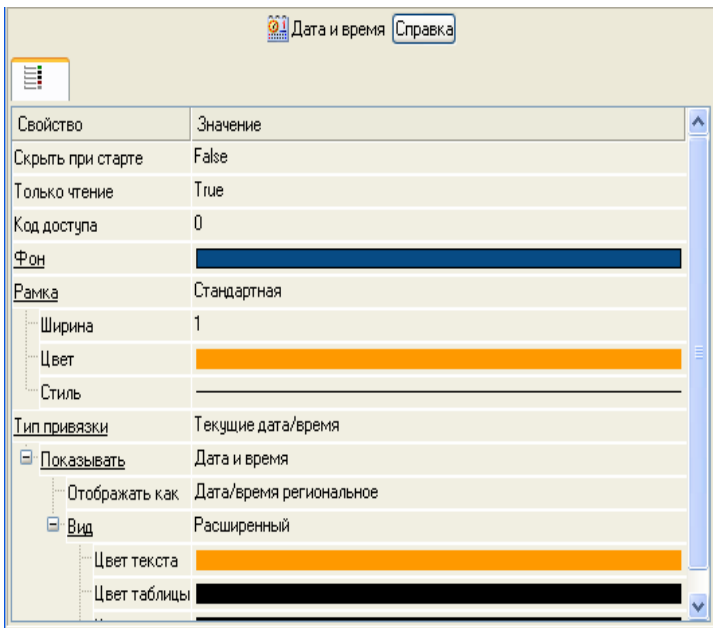

Рисунок 1.6 – Завдання дати і часу
4. Створити ГЕ Дата і час. Розмістити по центру екрану нижче ГЕ Текст. Для цього на панелі інструментів графічного редактора ЛК миші виділити ікону ГЕ Дата і час  і перетягнути на екран. Відкрити довідку, вивчити інформацію про це ГЕ. Відкрити вікно властивостей і задати, як показано на рис. 1.6.